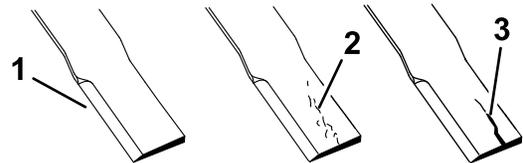

Figura 8
1. Inspeccione los filos de corte (Figura 8).
4. Si observa grietas o desgaste, instale inmediatamente una cuchilla nueva (Figura 8).